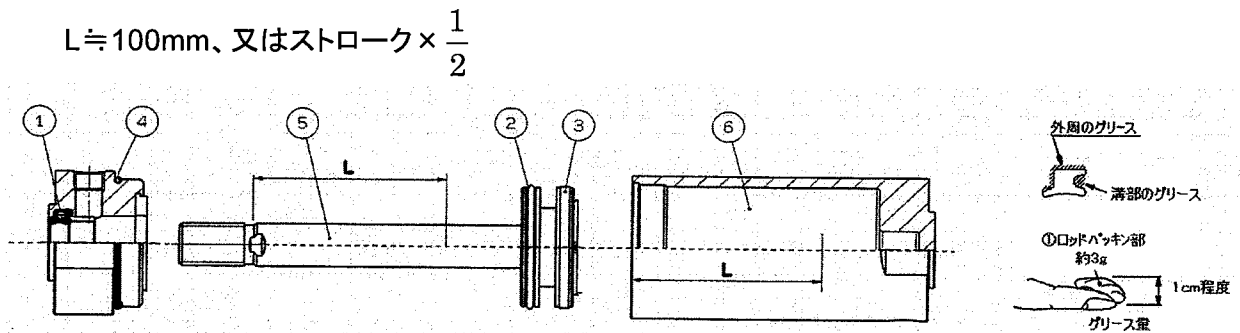

図5. グリース塗布位置
シリンダの各部品には図5の各部分にグリースを塗布しますが、100ストロークのシリンダ1本に付表1の量が必要です。目安としては人差指ですくった程度が約3(g)です。
#### 1) ロッドパッキン(図 5, ①)
#### 2) ピストンパッキン ( 図 5, ② )
#### 3) チューブガスケット ( 図 5, ④ )